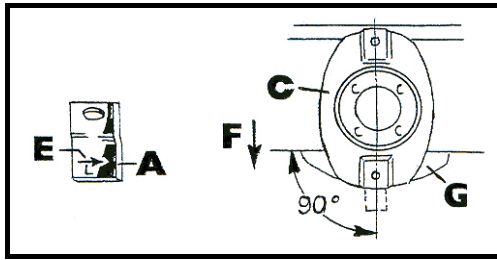

Abb. 46: Messerklinge, Stellung Mählscheibe
**Bringen Sie** zum Wechseln der Klingen die Mählscheibe in **Stellung (C)** in **Fahrtrichtung (F)** entsprechend Abb.46.
**Achten Sie** hierbei darauf, dass die Unterkante des Messerzapfens in der **Ausbuchtung des Gleitschuhs (G)** (siehe Abb. 46) liegt. Gleitschuh ggf. vorher säubern.